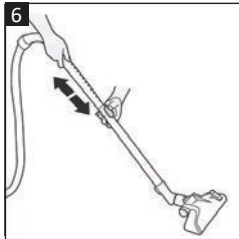

Fig. 6
- Faites glisser le bouton de déverrouillage du tube télescopique (21) dans le sens de la flèche indiquée sur le bouton et maintenez-le pendant que vous réglez le tube télescopique sur la longueur souhaitée (Fig. 6).